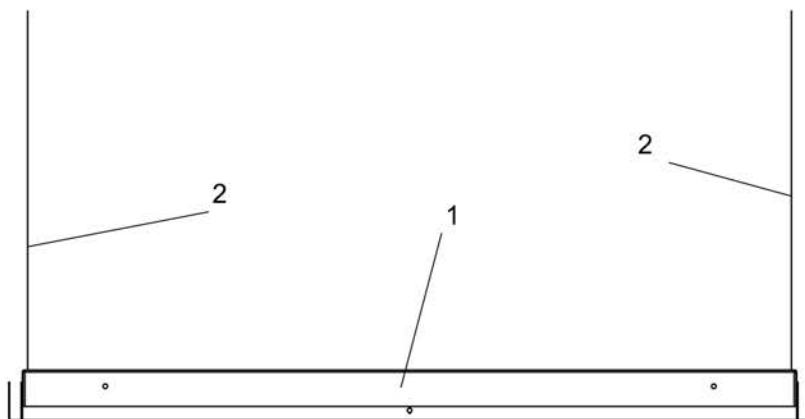

Рисунок 3
3.2.2.4 Встраиваемый монтаж производить в потолки типа «Грильято» для светильников: ДВО 404045-54-ОР, ДВО 404065-54-ОР (см. рис. 3). Светодиодную панель (1) установить в ячейку 590×590 потолка типа «Грильято» как показано на рисунке 3, подвесить светильник к несущему потолку крепёжными элементами (2). Крепёжные элементы (2) в комплект поставки светодиодной панели не входят.